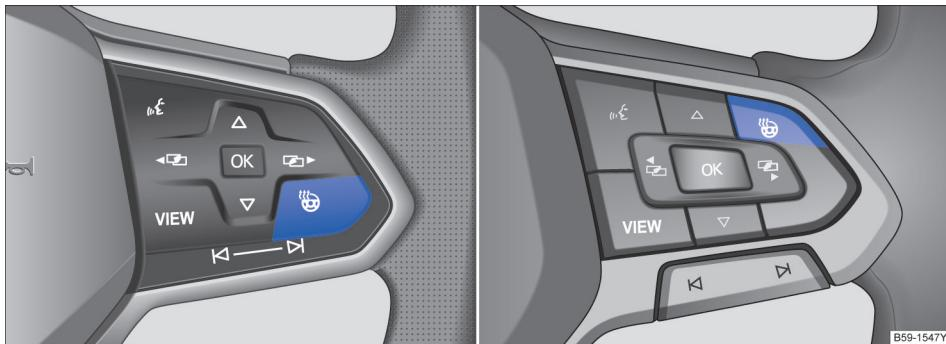

图 116 多功能方向盘上的：加热按钮
- 按压按键  → 图 116, 即可打开或关闭方向盘加热功能。